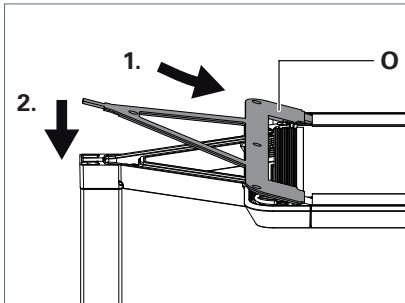

Fig. 9 : Monter le recouvrement.
- ▶ Posez le recouvrement **O** avec les trois languettes à l'arrière du recouvrement dans les renflements de la tête du luminaire et appuyez fermement sur le recouvrement, voir Fig. 9.